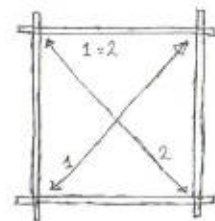

Abb. 2. Diagonalmass 1 und 2 müssen gleich sein.
**Prüfen Sie die Diagonalen**, bevor Sie weitermachen. Die beiden Diagonalmaße müssen gleich sein (Abb. 2). Richten Sie den Rahmen aus, bis sie es sind.